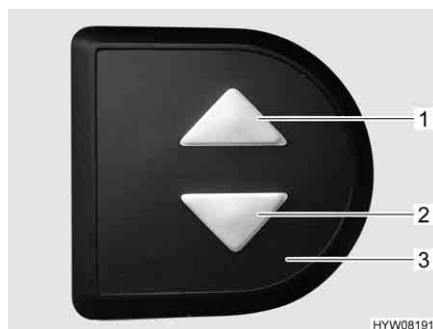

Fig. 76 Elemento di comando (letto basculante)
- Sull'elemento di regolazione (Fig. 76,3) premere contemporaneamente i due tasti freccia (Fig. 76,1 e 2) e tenerli premuti fino a quando il letto basculante non si è spostato completamente verso il basso. Una volta rilasciati i tasti viene emesso un segnale acustico di conferma.
- Sull'elemento di regolazione (Fig. 76,3) premere il tasto freccia inferiore (Fig. 76,2) e tenerlo premuto fino a quando il letto basculante non ha raggiunto la posizione finale in basso.
- Sull'elemento di regolazione (Fig. 76,3) premere il tasto freccia superiore (Fig. 76,1) e tenerlo premuto fino a quando il letto basculante non ha raggiunto la posizione finale in alto.
- Portare leggermente il letto basculante con i tasti freccia (Fig. 76,1 o 2) nella direzione opposta.